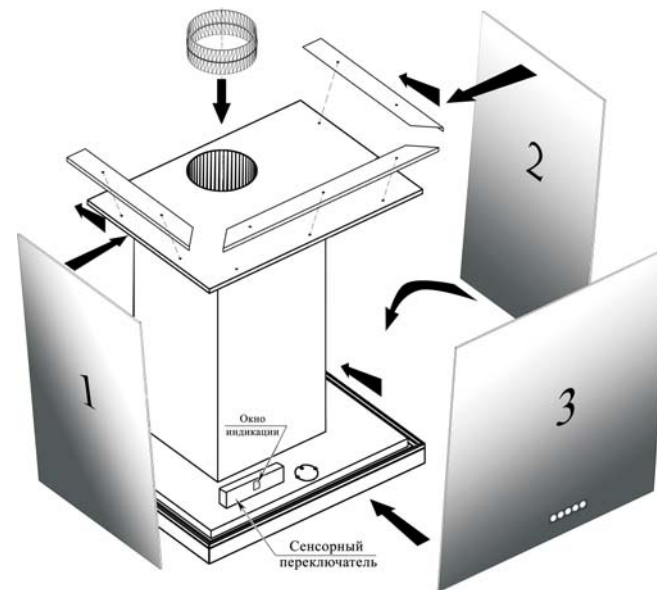
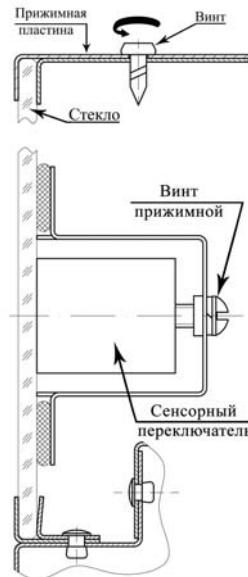

РИС. 7
РИС. 6
- После установки переднего стекла 3 (рис. 7), производится окончательная подгонка боковых стекол к переднему стеклу. После окончания подгонки затяните винты на прижимных пластинах (рис.6).
6.4.1 Проверьте нижние пазы на обрамлении зонта (рис.6).
6.4.2 Выкрутите винты на прижимных пластинах вверху зонта (рис. 6).